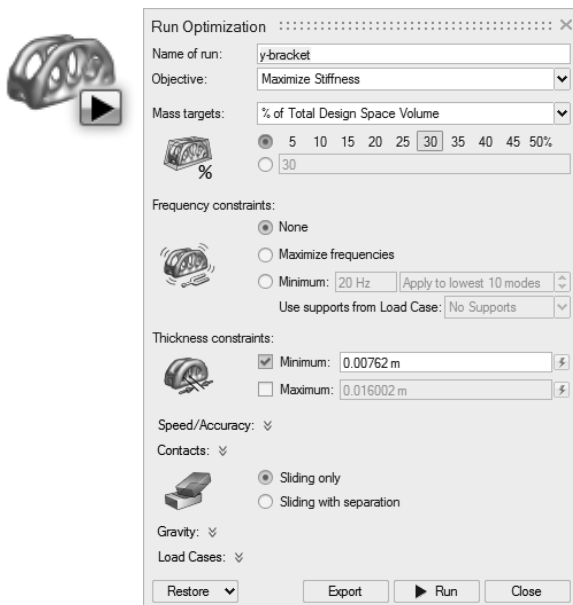

图 5-35
1) 单击优化图标组中的运行优化图标, 打开运行优化窗口, 如图 5-35 所示。